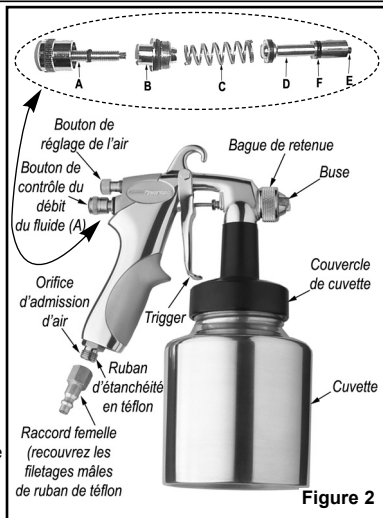

Figure 2
- Installez un raccord femelle 1/4 po NPT (non inclus) à l'orifice d'admission d'air de l'outil (voir Figure 2). **Remarque : Enveloppez toutes les extrémités filetées à l'aide de ruban d'étanchéité en téflon.**
- Bouton de contrôle du débit du fluide (voir Figure 2) - tournez-le dans le sens horaire pour le fermer et dans le sens antihoraire pour l'ouvrir. Ce bouton contrôle la quantité de peinture qui se mélange à l'air.
- Bouton de réglage de l'air (voir Figure 2) - pour une dispersion complète, tournez le bouton en sens antihoraire et pour une dispersion circulaire, tournez le bouton en sens horaire. Ce bouton est utilisé pour adapter la dispersion de la peinture pulvérisée par le pistolet.